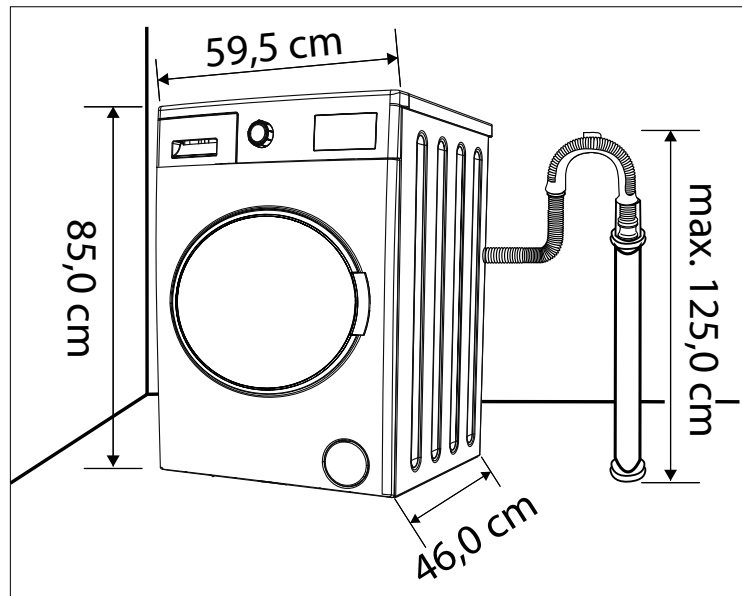

Abb. 17
- Der Austritt des Ablaufschlauchs (5) muss oberhalb des Wasserspiegels der Trommel gelegt werden (min. 0,7 m, max. 1,25 m, siehe **Abb.17/19**).
- Schieben Sie den Ablaufschlauch (5) nicht zu tief in das Abflussrohr ein!